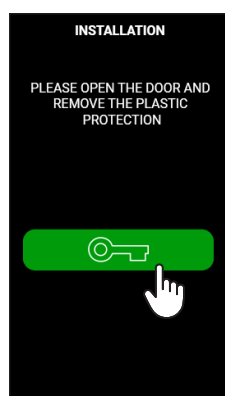

fig.7
- Desbloquear a porta premindo o botão verde (fig. 7);